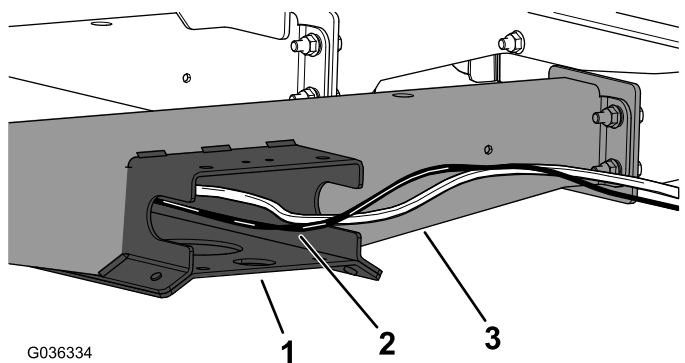

Рисунок 10
2. Проложите комплектный жгут проводов вдоль панели швеллера пола и через отверстие в швеллере рамы (Рисунок 10).